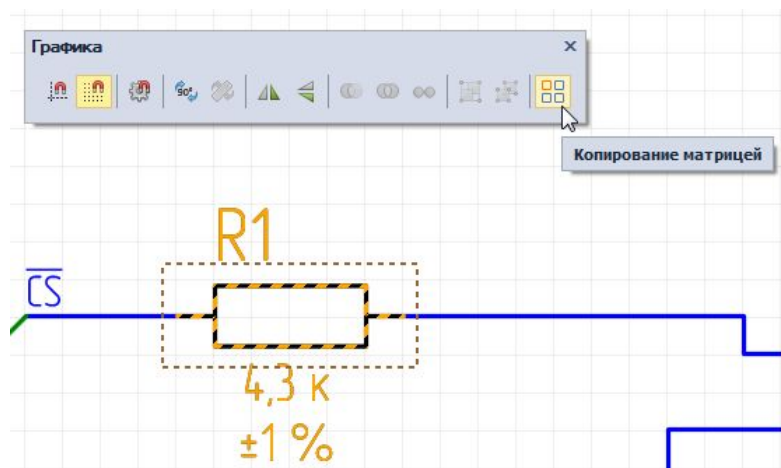

Рис. 208 Копирование объекта матрицей
2. Выбрать инструмент «Копирование матрицей» на панели инструментов «Графика», см. Рис. 208.